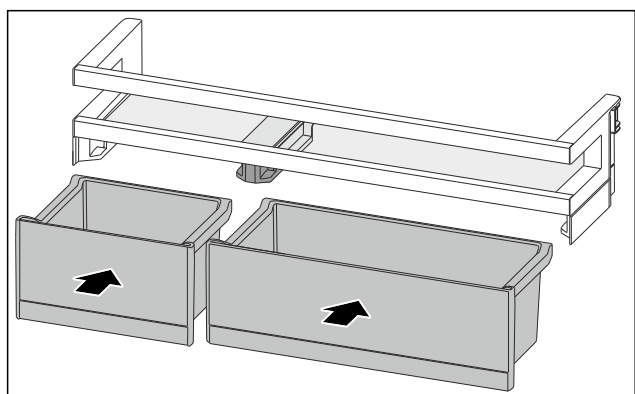

Fig. 79
- VarioBoxy vložte v opačném pořadí. (viz Fig. 79)